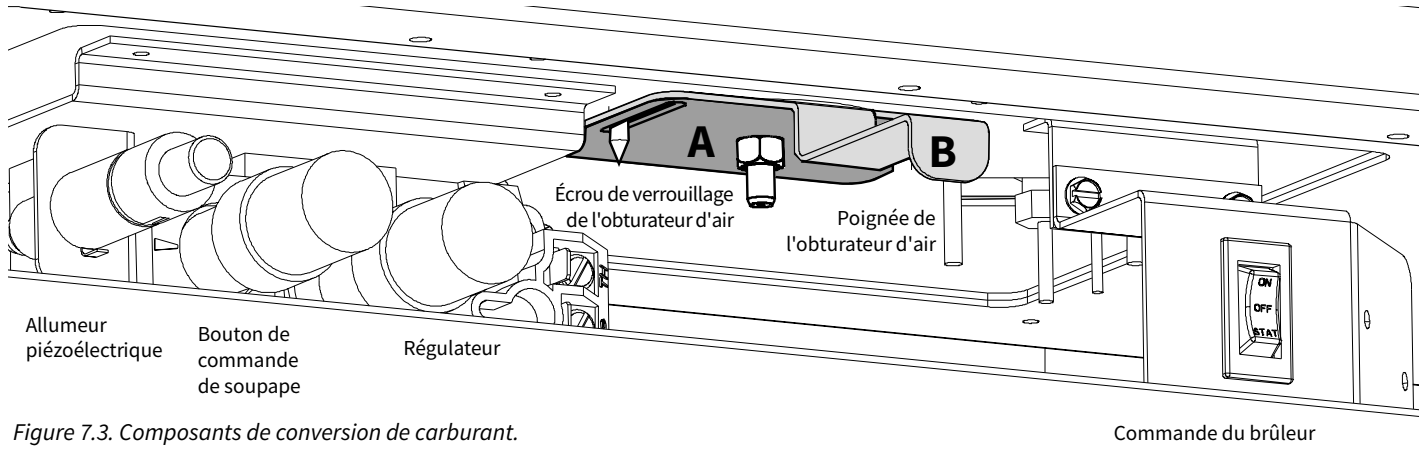

Figure 7.3. Composants de conversion de carburant.
6. **CHANGEZ LA TOUR DU RÉGULATEUR VARIABLE** sur la soupape de commande de gaz. Voir la figure 7.3.